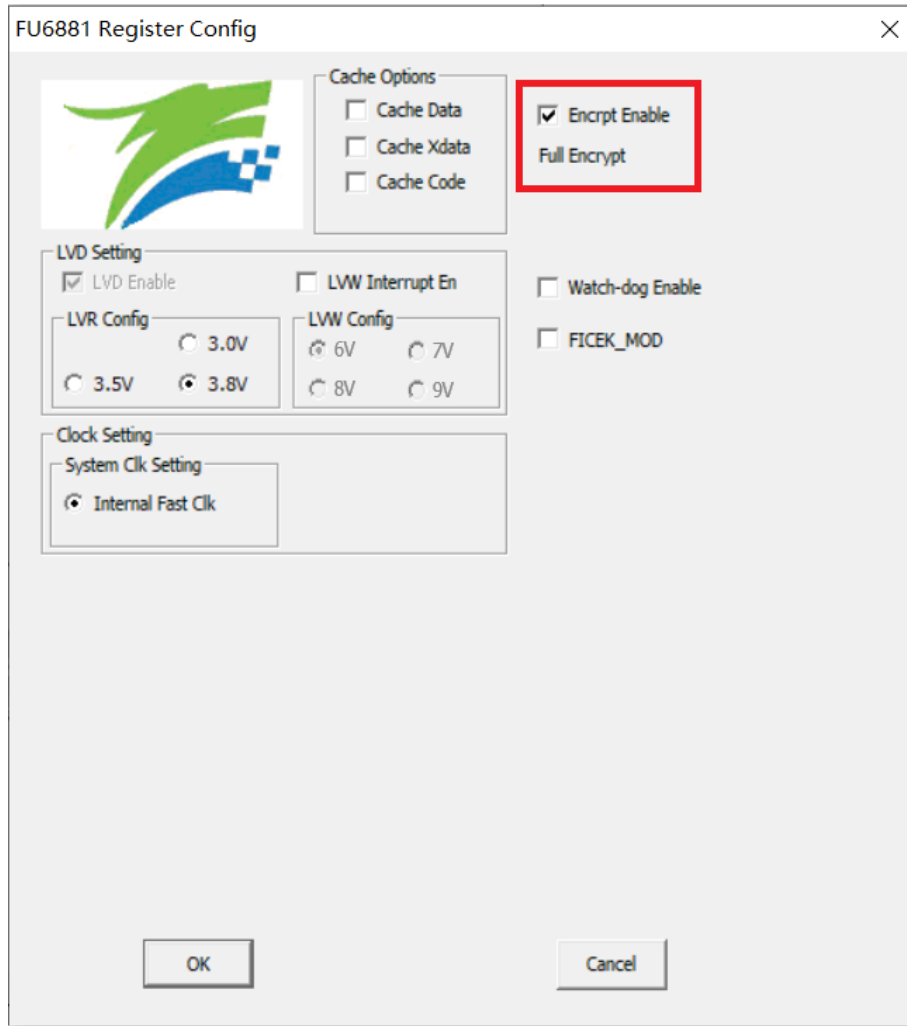

图 37-2 代码保护全保护模式
2. 按照图 37-2 所示进行选择并设置，点击 OK。然后编译工程并下载，得到 BIN 文件并烧录到 Flash 后即可达到代码保护的效果。